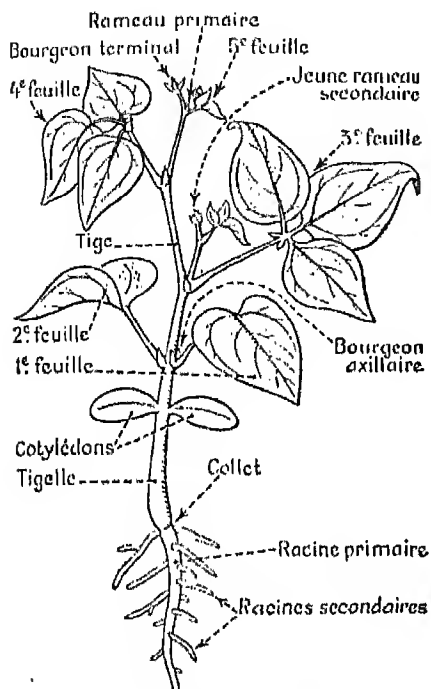

Fig. 3. — Un jeune pied de Haricot.
Ces différentes parties sont représentées sur la fig. 3.
B. Les rameaux feuillés proviennent de la *gemme*. — Chaque rameau se compose d'une *tige* garnie de *feuilles* (fig. 3).